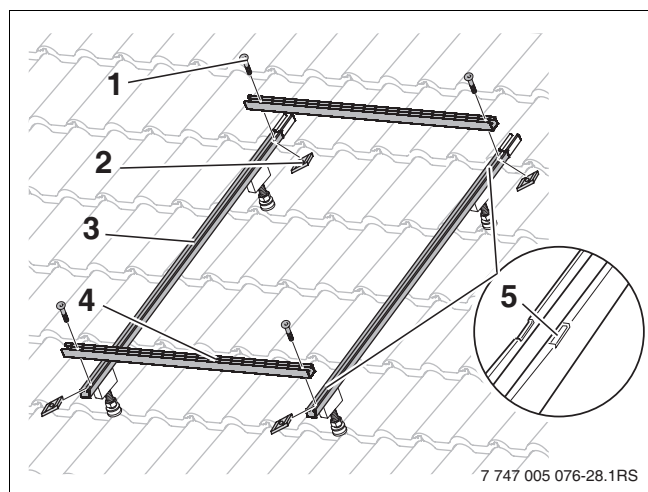

Fig. 43 Fixer le rail profilé FD/ÜD au rail profilé-capteur
- Insérer la vis (fig. 43, [1]) dans le trou long du rail profilé FD/ÜD [4] et visser le coulisseau sans serrer jusqu'à sentir une légère résistance.
- Insérer les rails profilés FD/ÜD (fig. 43, [4]) dans les encoches [5] dans le rail profilé-capteur [3] et centrer.
- Insérer le coulisseau (fig. 43, [2]) dans le rail profilé-capteur [3] et serrer la vis.